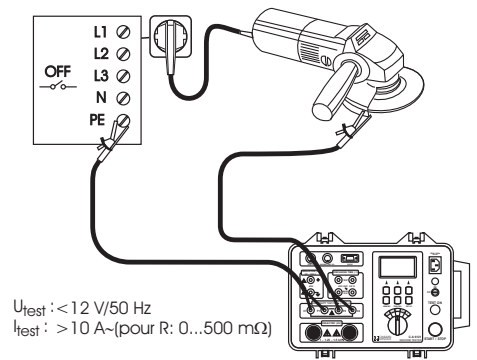

Fig.14. Connexion des cordons de test
3. Connectez les cordons de test à l'instrument et à l'appareil testé conformément à la figure 14.